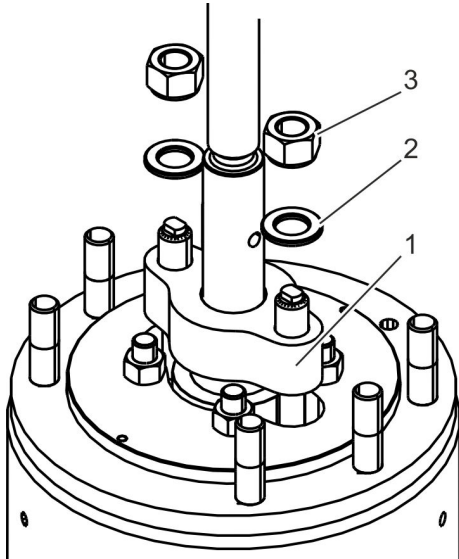

Abb. 28: Stopfbuchsbrille montieren
- 16.** Stopfbuchsbrille (Abb. 28/1) anbringen und mit Scheiben (Abb. 28/2) und Muttern (Abb. 28/3) gleichmäßig gemäß Herstellerangaben verschrauben.